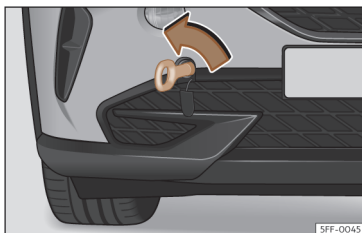

Fig. 44 Parte direita do para-choques dianteiro: argola de reboque enroscada.
- Enrosque a argola de reboque no alojamento girando-a ao máximo **no sentido contrário ao dos ponteiros do relógio** >>> **Fig. 44** >>> ⚠. Utilize um objeto adequado com o qual possa enroscar completa e firmemente a argola de reboque no seu alojamento.